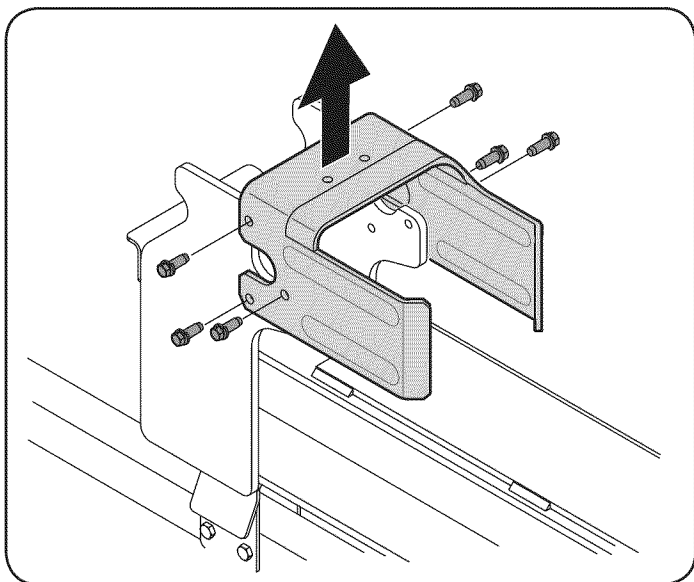

Figura 4
13. Desconecte el liberador del soporte soldado de vigueta retirando los seis tornillos hexagonales. Vea la Figura 4.
16. Coloque el liberador encima del montaje de la cuña y fíjelo en los soportes soldados con los elementos de ferretería que extrajo previamente. Vea la Figura 4.